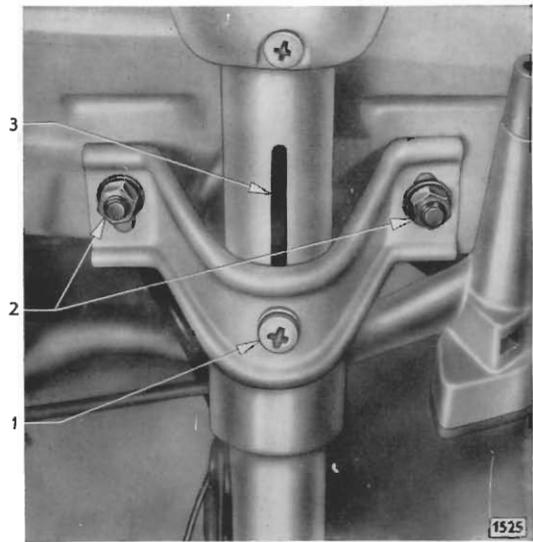

Bild 11 - Lenkstützrohrbefestigung unter Armaturentafel (Schalterleiste abgenommen)
4. Bevor die Klemmschraube (9/5) in den Lenkspindelflansch (9/1) eingeführt wird, ist der Haltebügel der Lenkstützrohrbefestigung (Bild 11) in seinen Langlöchern so zu verschieben, daß bei aufgesetztem Abdeckring (8/3) ein Abstand von **0,2 bis 1 mm** (8/4) zwischen Lenk- und Zündschloßstirnfläche und Vorderkante Abdeckring vorhanden ist. Dann beide Muttern (11/2) der Schrauben für Lenkstützrohrbefestigung unter der Armaturentafel fest anziehen.